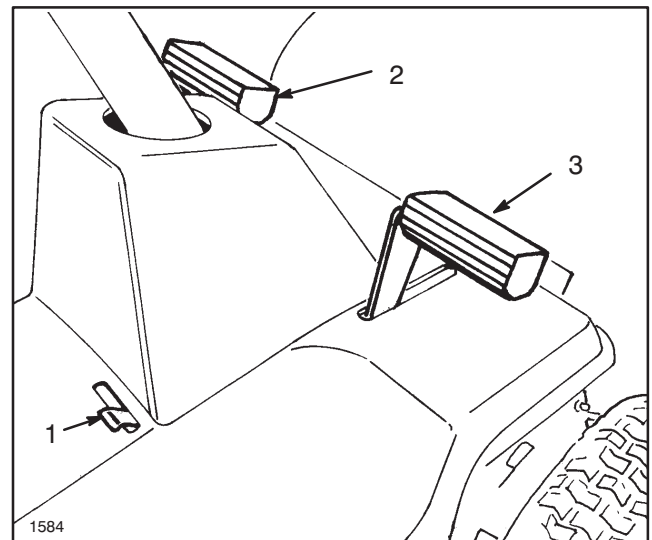

Figure 6
Pédale d'embrayage (Fig. 6)—S'utilise avec le changement de vitesse. Enfoncer à fond la pédale d'embrayage pour changer de vitesse. Enfoncer la pédale d'embrayage chaque fois qu'on freine.
Pédale de frein (Fig. 6)—S'utilise pour ralentir ou arrêter le tracteur. L'actionnement de la pédale commande le serrage d'un étrier sur le disque de frein, sur le côté de la transmission. Toujours enfoncer la pédale d'embrayage lorsqu'on freine.
Frein de stationnement (Fig. 6)—S'utilise avec la pédale de frein. Lorsqu'on enfonce la pédale et qu'on engage le frein de stationnement, la pédale de frein est maintenue en position enfoncée et un étrier est serré sur le disque de frein, sur le côté de la transmission
1. Serrer le frein de stationnement (Fig. 6): voir "Utilisation du frein de stationnement", page 19.
2. Pousser le levier de frein de stationnement vers la gauche et relâcher la pédale de frein jusqu'à ce qu'elle soit bloquée par le levier de frein de stationnement (Fig. 6).
3. Pour desserrer le frein de stationnement, enfoncer la pédale de frein (Fig. 6), ce qui ramène le levier de frein de stationnement en position dégagée, puis relâcher la pédale de frein.